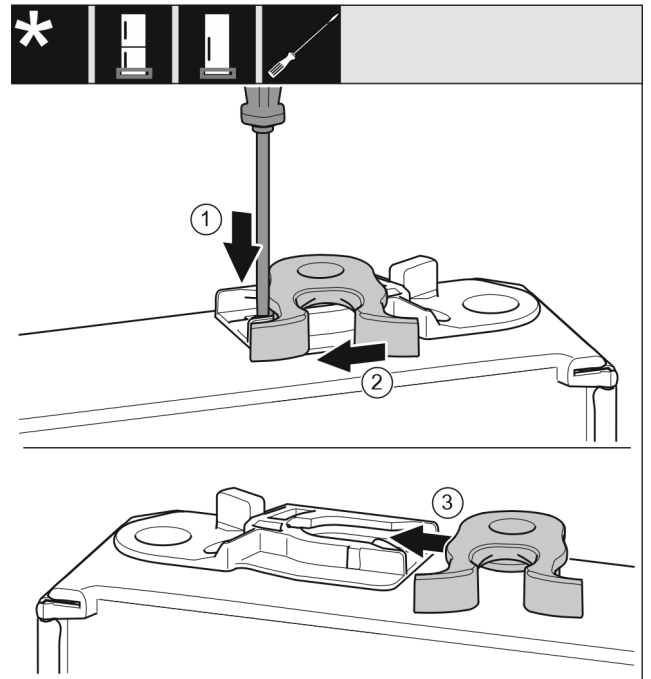

Fig. 51 *
- ▶ Plochým skrutkovačom zatlačte sponu Fig. 51 (1) nadol.*
- ▶ Vytiahnite zatvárací hák Fig. 51 (2) z vedenia.*
- ▶ Zasuňte zatvárací hák Fig. 51 (3) na druhej strane do vedenia.*